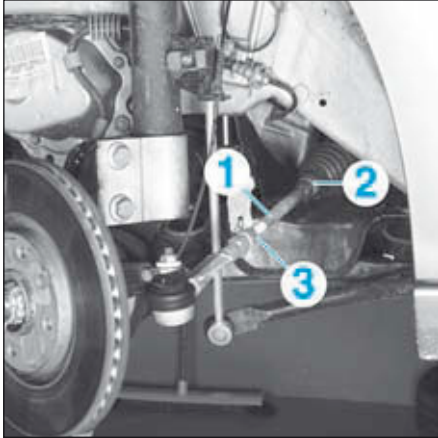

FIG.5
Le parallélisme se règle par l'allongement ou le raccourcissement de la longueur des biellettes de direction (1), en les tournant par leur empreinte hexagonale, après avoir desserré le collier (2) et le contre-écrou (3) (Fig.5).